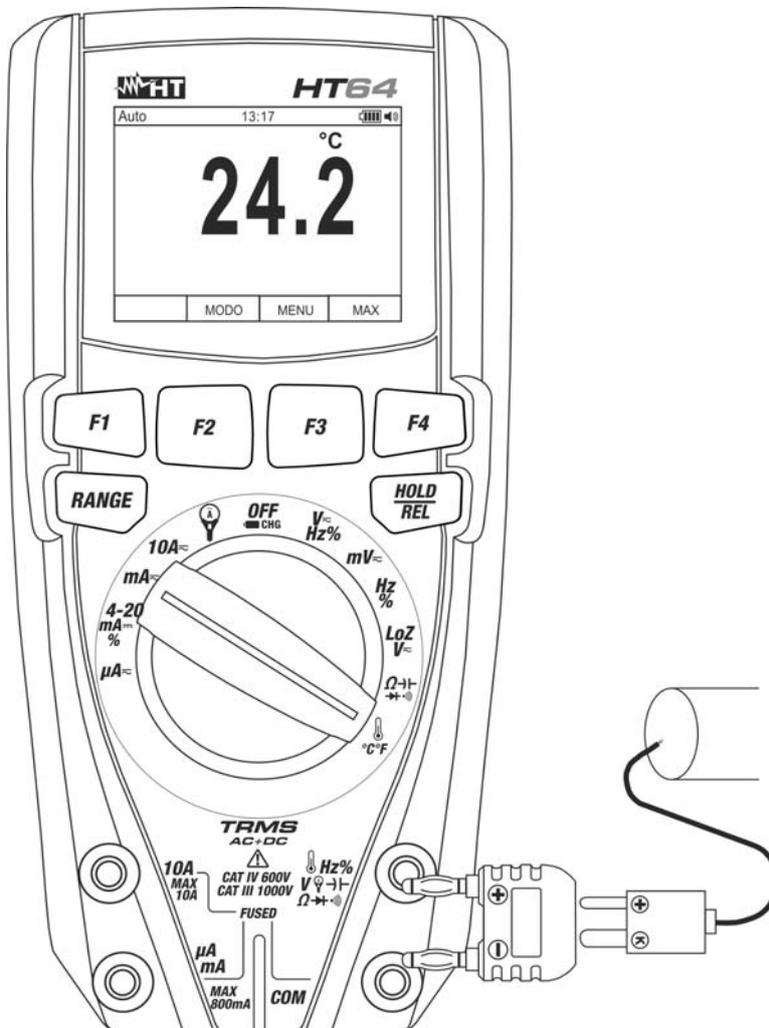

Fig. 29: Uso dello strumento per misura di Temperatura
3. Inserire l'adattatore in dotazione nei terminali di ingresso (polarità +) e **COM** (polarità -) (vedere Fig. 29)